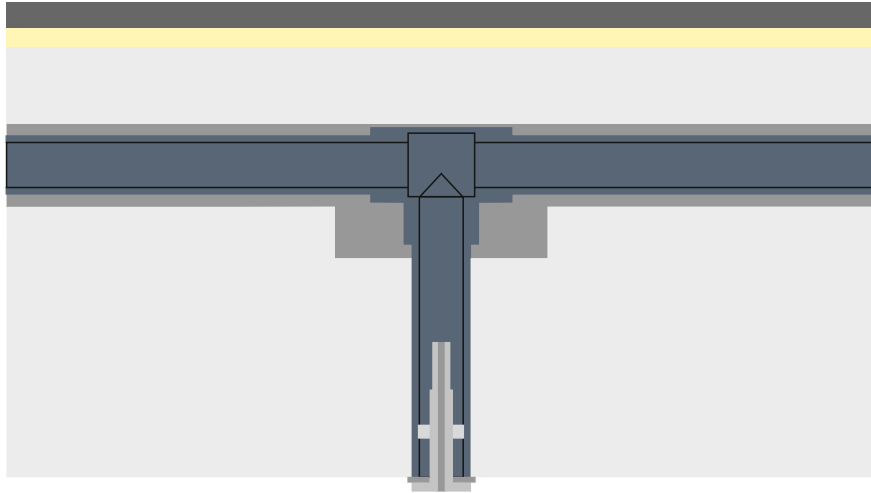

Рис. 8. Монтаж аспирационной трубы внутри бетонных конструкций здания
- В помещениях без фальшпотолка аспирационные трубы могут быть смонтированы внутри бетонных конструкций (см. Рис. 8).